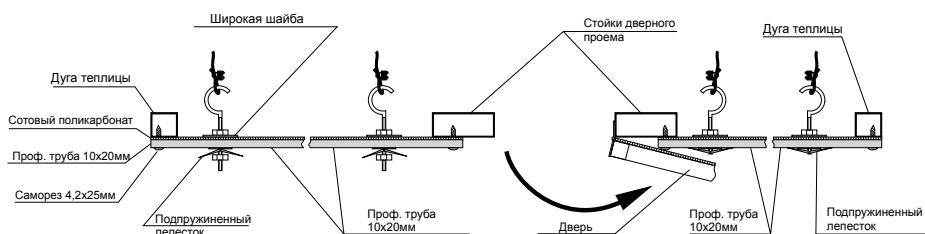

рис.2
2. В отверстиях натяжной трубы закрепить крюк резьбовой с внутренней стороны теплицы, предварительно сделав отверстие в сотовом поликарбонате (см. рис. 2).
Закрепление крюка на трубе 10x20 мм с разных сторон по-разному, со стороны двери подпружиненные лепестки смотрят на трубу, а с противоположной стороны – от трубы (рис.2). В противном случае они будут мешать открываться двери.
4. Натянуть трос. С помощью подпружиненных лепестков и гаек добиться необходимого натяжения. (Внимание, натяжения обеспечивать с помощью крюков со стороны, где нет двери) (см. рис. 2).